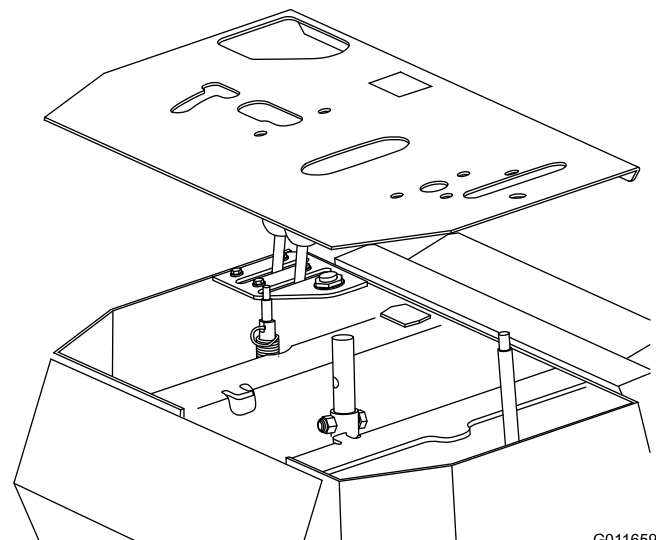

**Figure 7**
7. Déposez le panneau de commande comme montré à la Figure 7.